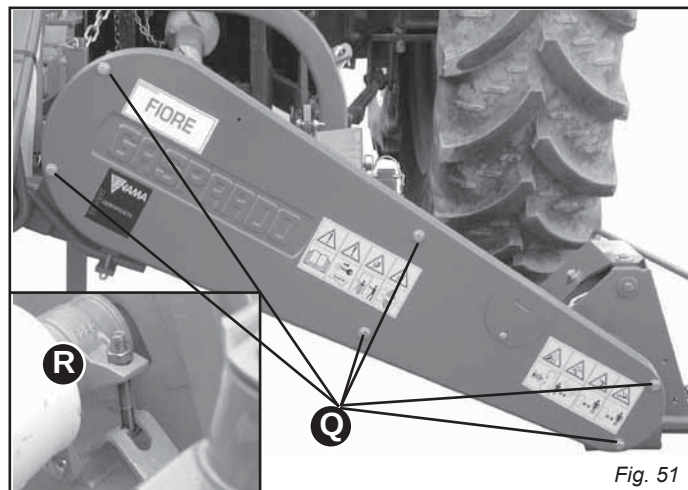

Fig. 51
- Desfaceți șuruburile (Q, Fig. 51) și îndepărtați carterul de protecție.
- Slăbiți complet întinzătorul de curea (R, Fig. 51).
- Repoziționați carterul de protecție, fixându-l cu șuruburile corespunzătoare (Q, Fig. 51).